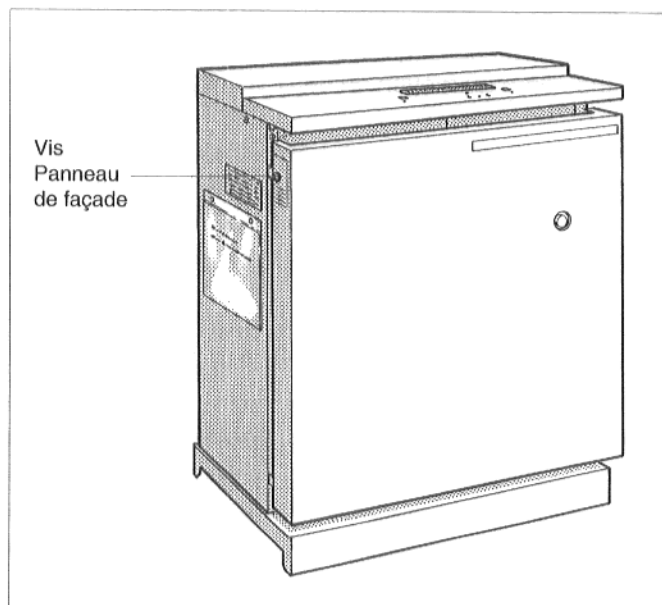

Fig. 7
- Chaudières modèles 12 à 64 : dévisser les deux vis de fixation du panneau de façade de la chaudière (fig. 7). Enlever le panneau avant.